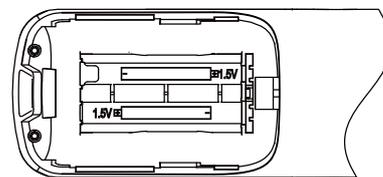

Figura 2.7
- 3) Retire a bateria usada e instale duas baterias AAA novas com a polaridade correspondente à indicada (Figura 2.7).